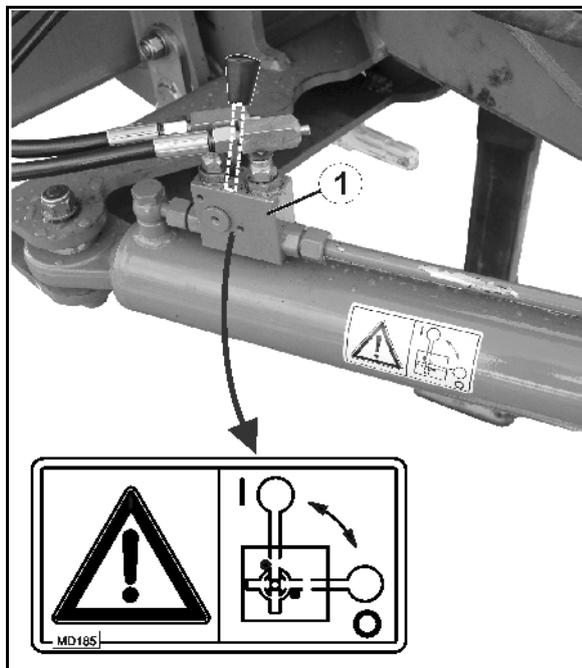

Fig. 43
4. Lenkdeichsel durch Schließen des Absperrhahns (Fig. 43/1) in Position 0 sichern.